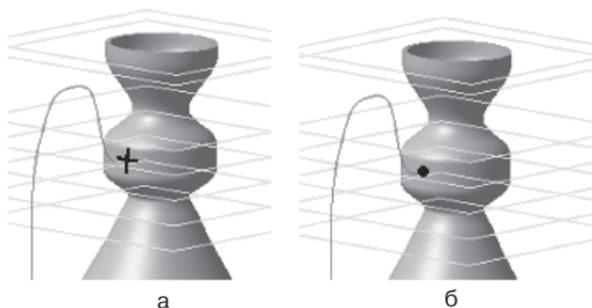

Рис. 271
- переключите  – **Фильтры** (облегчает выбор объектов нужного типа) Инструментальная панель **Компактная** и выберите  – **Фильтровать вершины**. Подведите курсор мыши к верхней точке ручки так, чтобы сработала ловушка (рис. 271, а). Щелкните один раз (появится точка). Если у вас не получилось с первого раза, воспользуйтесь командой  – **Отменить** и выполните проецирование еще раз (рис. 271, б);